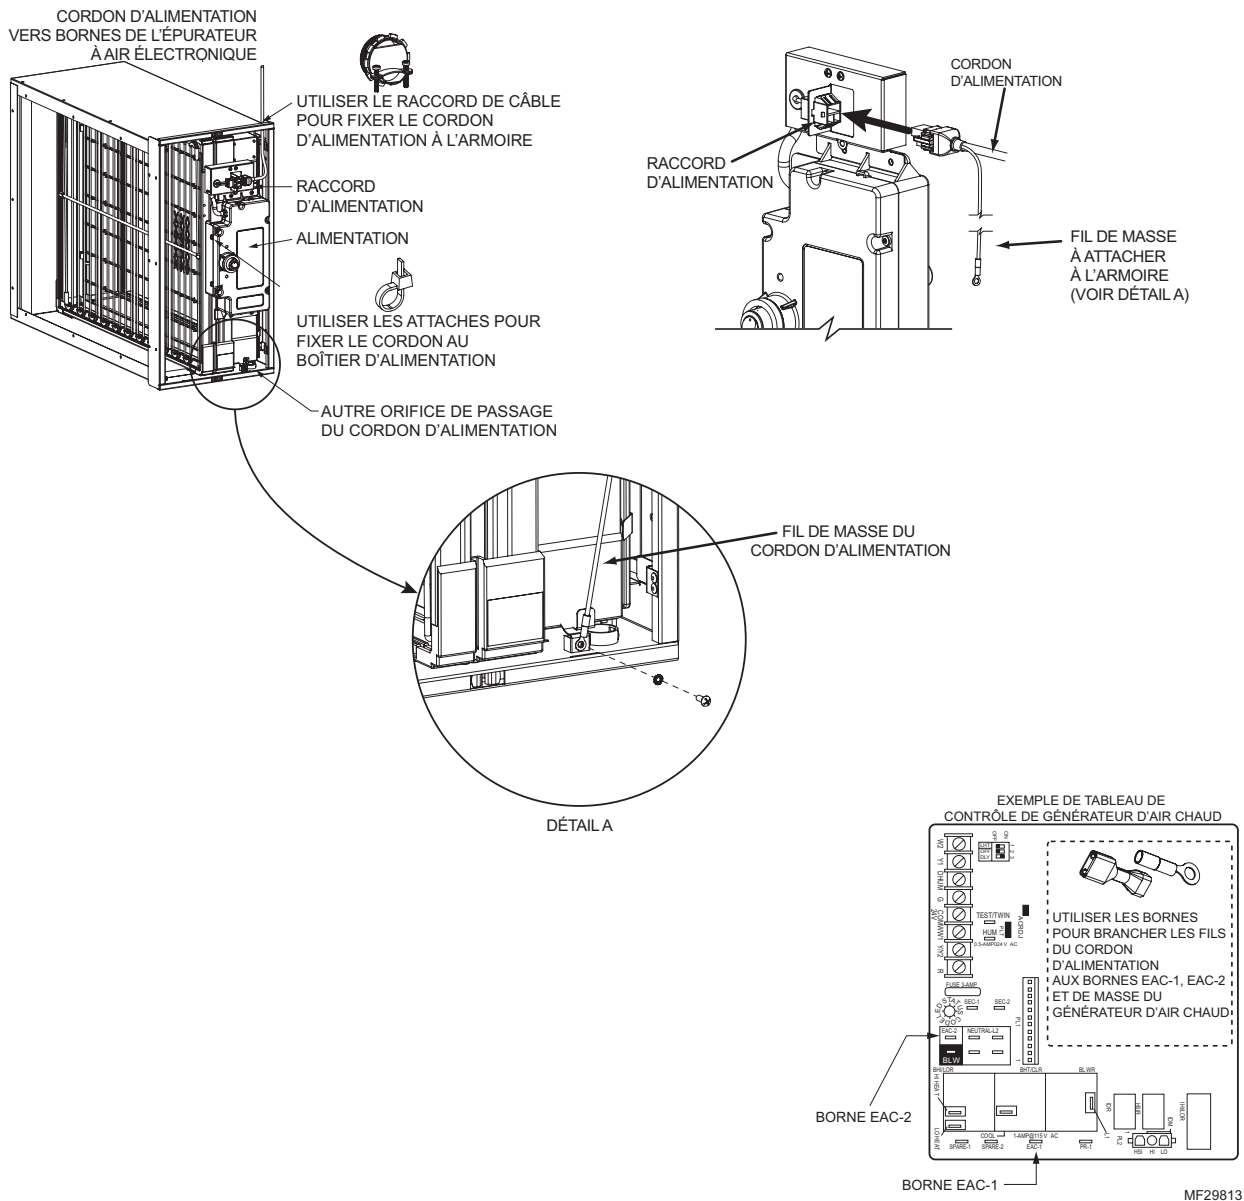

Fig. 15. Connexions électriques.
- Brancher le cordon d'alimentation au raccord d'alimentation (voir Fig. 15).
- Attacher le fil de masse du cordon d'alimentation à la borne de masse de l'armoire en utilisant la vis fournie dans la borne de masse (voir la Fig. 15).
Modèles 1625/2025 : Débrancher le cordon d'alimentation du module d'amélioration (voir Fig. 15 page 17).
- Modèles 1625/2025 :** Rebrancher le cordon d'alimentation (voir Fig. 15 page 17).